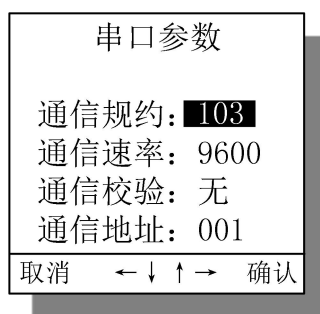

图 26 串口参数配置界面
- 1) 配置串口通信参数。在通信参数界面，操作方向键[▲]或[▼]将光标移至串口I参数条目上，按[←]键进入串口I参数配置界面。用户可操作方向键[▲]、[▼]、[◀]、[▶]来移动光标到要调整的数值上，用[+]、[-]键来调整数值大小。修改完成后，按[⏏]键退到串口参数保存界面，用户操作[+]或[-]键选定是否保存，[√]表示保存操作状态，[×]表示操作无效状态，按[←]键确认其选定的状态。串口II参数的配置操作可参照串口I参数配置操作，这里不详细列举。串口参数配置界面图见图26。